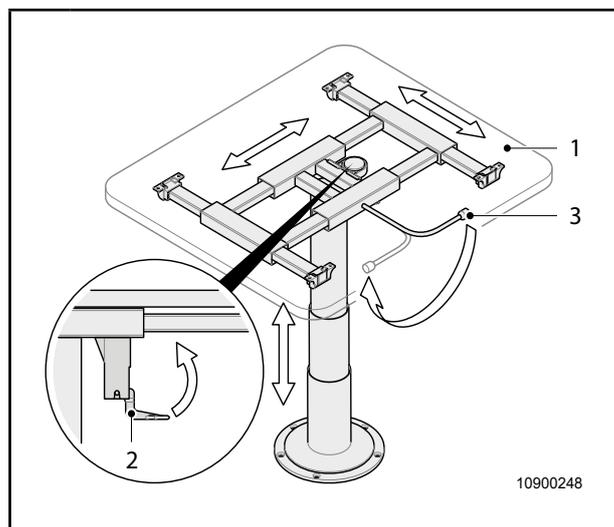

Fig. 25 Regolazione del tavolo sollevabile
1. Sbloccare la chiusura del tavolo girando la leva di regolazione (Fig. 25, Pos. 3).
3. Girare la (Fig. 25, Pos 3) leva all'indietro.
1. Spingere la leva (Fig. 25, Pos 2) verso il basso.
2. Spostare il pannello del tavolo (Fig. 25, Pos 1) nella posizione desiderata.
3. Spingere la leva (Fig. 25, Pos 2) verso l'alto.